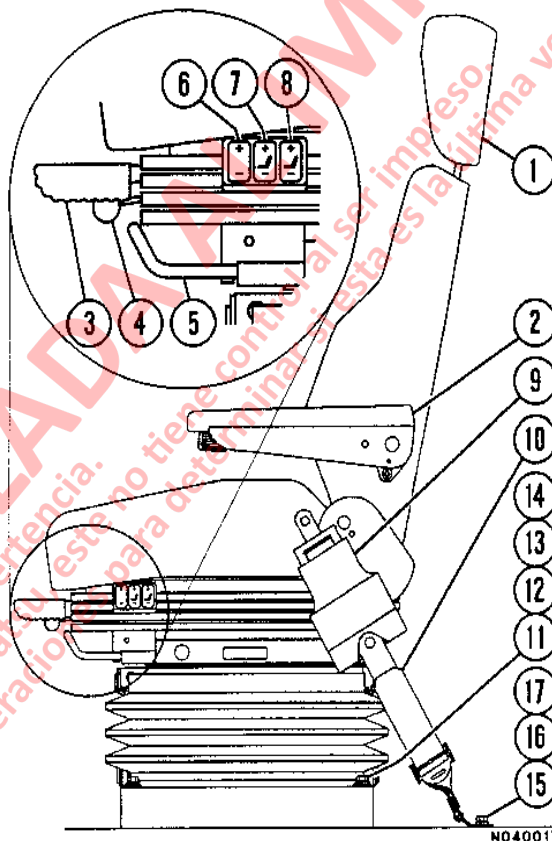

FIGURA 4-1 ASIENTO DEL OPERADOR
1. **Apoyacabeza:** el apoyacabeza (1, Figura 4-1) se mueve hacia arriba, hacia abajo, hacia delante y hacia atrás moviéndolo a la posición deseada.
3. **Respaldo:** Tire el control (3) hacia arriba y mantenga, seleccione el ángulo del respaldo; suelte la perilla de control.
- a. Altura delantera e inclinación; suba la palanca de control (4) y mantenga.
- a. Suba la palanca de ajuste (5).
6. **Altura del Asiento:** Presione la parte superior del interruptor oscilante (6) para aumentar la altura. Presione la parte inferior del interruptor oscilante para disminuir la altura.
- 7 y 8. **Soporte de Aire Lumbar:** Cada interruptor oscilante (7 u 8) controla un cojín de aire. El interruptor (7) controla el cojín de aire inferior y el interruptor (8) controla el cojín de aire superior. Para inflar, presione la parte superior del interruptor oscilante y mantenga hasta obtener el soporte deseado, luego suelte. Para desinflar, presione la parte inferior del interruptor oscilante y mantenga hasta obtener el soporte deseado, luego suelte. Ajuste cada cojín al soporte deseado.
1. Retire los pernos (11, Figura 4-1) y los accesorios que aseguran la base del asiento al elevador del asiento. Saque los pernos (15) que aseguran la correa (10) al piso.
1. Monte el conjunto del asiento en el elevador del asiento. Monte los pernos (11, Figura 4-1), las golillas de seguridad (12), las golillas planas (13) y las tuercas (14). Apriete los pernos con torque estándar.
2. Asegure las bandas (10) al piso con pernos (15), golillas planas (16) y golillas de seguridad (17). Apriete los pernos con torque estándar.